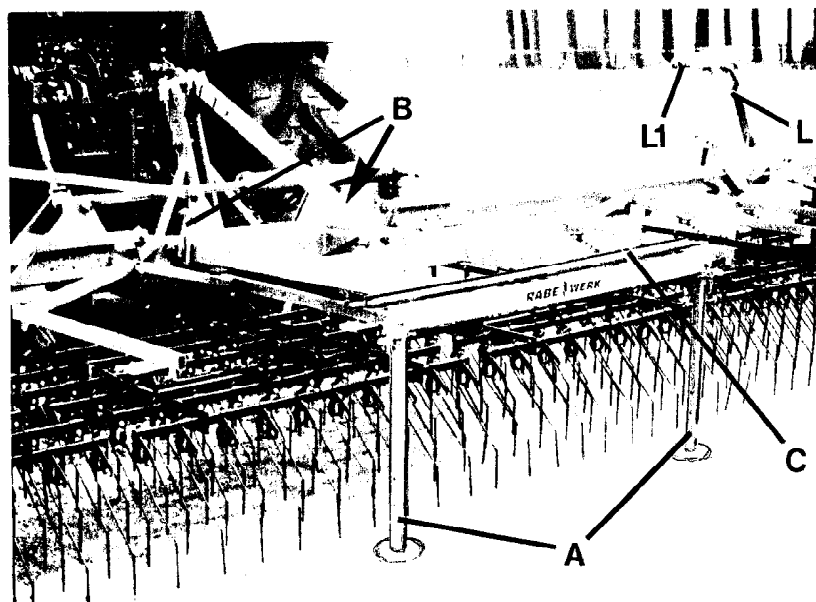

Fig.3
Bij SER 1200 voor het inklappen aan beide zijden veld 3 van buiten op zwakke veerdruk stellen (gat 2 van achteren/verstelgaten D, Fig. 10) en ingeklapt als extra de opklapdelen door middel van een stang met elkaar verbinden (C, Fig. 5) - met borgpennen borgen. Stanglengte door middel van een draadeind en contraoer juist instellen. (De stang kan men in arbeidsstand achter op het middenraam bevestigen; C, Fig. 3).
Bij SER 1200 zowel de vergrendelingshaken (B) als de borgstang van de buitenramen losmaken (C, Fig. 5) - en achter op het middenraam vastzetten (C, Fig. 3). Het bedieningsventiel van de trekker zo lang vasthouden, tot de hydraulische cilinder helemaal uit is; dan de kraan sluiten, afstelpoten omhoog zetten. Bij SER 900 en SER 1200 zijn de loopwielhouders aan het middenraam verstelbaar (aanpassing voor spoorbreedte); in "Buitenste" positie vulplaten er achter leggen (G, Fig. 6).
Bij SER 1200 er op letten, dat in arbeidsstand de aanslagbouten aan beide zijden van het hoekdraaipunt aanliggen (L, Fig. 3) - en wanneer het volledige raam horizontaal ligt de geleide stang "speling" heeft (bij L1, Fig. 3) waardoor de buitenste ramen bij bodemoneffenheden naar boven/onder zich kunnen aanpassen.